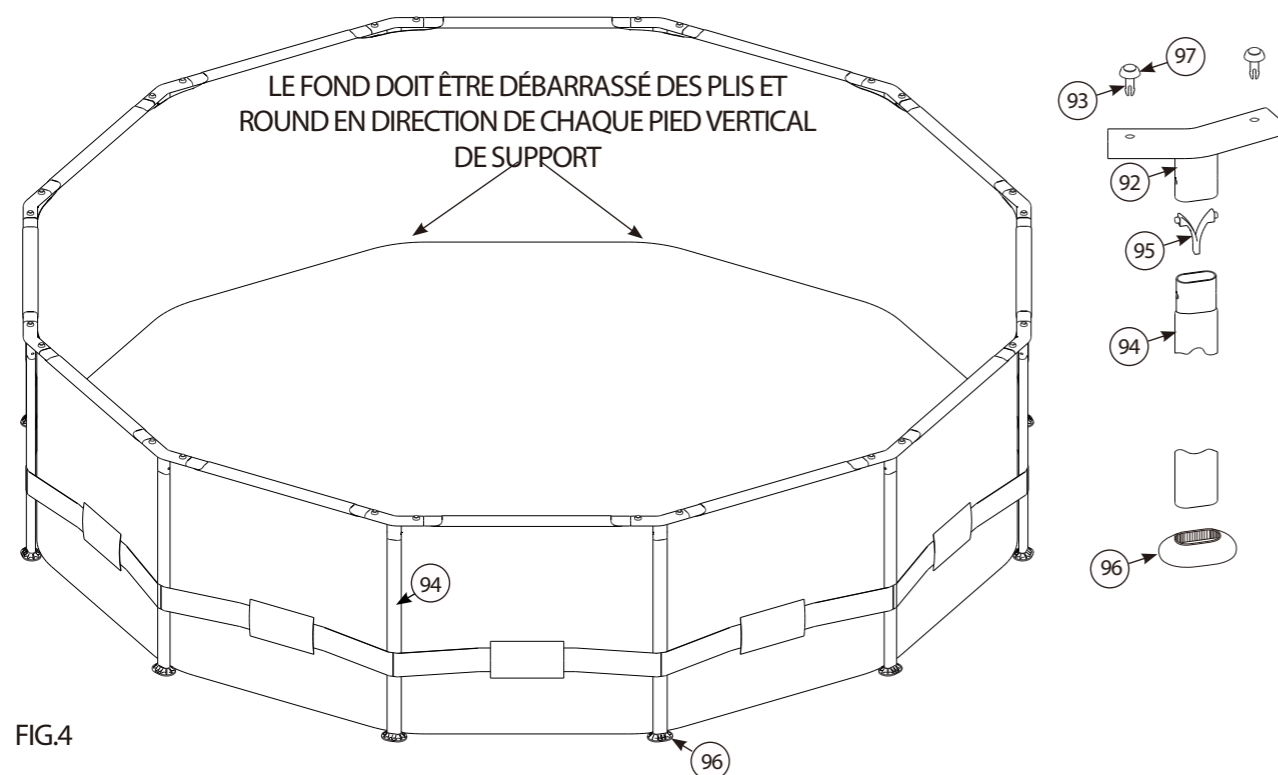

FIG. 4
D. Dès que le cadre supérieur est connecté, repérez les Pieds Verticaux (94). Ces derniers sont pourvus d'un Clip-V (95) pré-installé dans chaque extrémité supérieure. Premièrement insérez les Pieds à travers la ceinture montée à mi-hauteur tout autour de la piscine, voir **Fig. 4.** Ensuite introduisez chaque Pied dans un Raccord-Té, poussez les boutons en introduisant chaque Pied, tournez les Pieds pour aligner les boutons avec les trous des Raccords-Té jusqu'à blocage ferme. Finalement, installez le bas des Pieds Verticaux dans les Sabots (96) autant qu'ils puissent pénétrer.
F. Vérifiez que le drain est sûrement bouchonné avec le bouchon bien en place. Commencez le remplissage de la piscine en eau. NOTE: DÈS QUE L'EAU ATTEINT ENVIRON 1 POUNCE AU-DESSUS DU FOND, ARRÊTEZ LE REMPLISSAGE ET LISSEZ LES PLIS AU FOND DE LA PISCINE TOUT EN VOUS ASSURANT QUE LE FOND EST PLAT ET ÉGALEMENT ROUND DANS TOUTES DIRECTIONS. VOIR **FIG. 4** CI-DESSOUS.